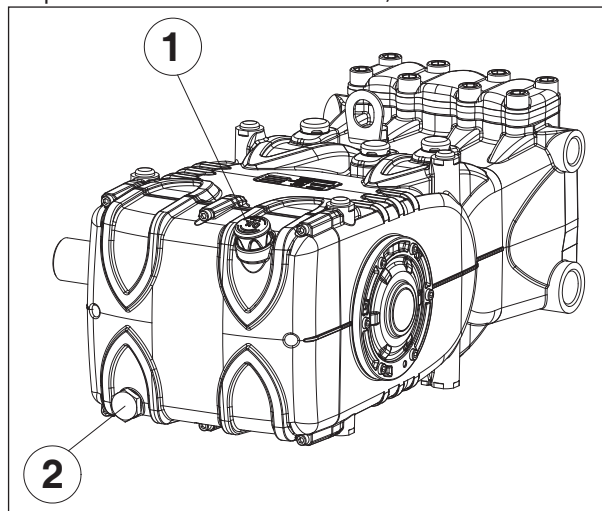

Fig. 3
Contrôler le niveau d'huile et faire l'appoint si nécessaire Avec la jauge de niveau d'huile rep. ①, Fig. 3.
Le contrôle correct du niveau d'huile doit s'effectuer avec la pompe à température ambiante, alors que la vidange de l'huile se fait avec la pompe à la température de fonctionnement en retirant d'abord la jauge d'huile rep. ①, puis le bouchon rep. ②, Fig. 3.